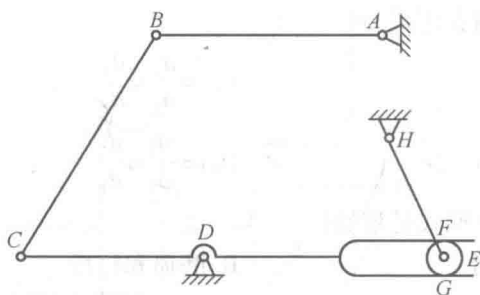

图 1
1. 计算图 1 所示机构的自由度, 若含有复合铰链、局部自由度和虚约束, 请明确指出。